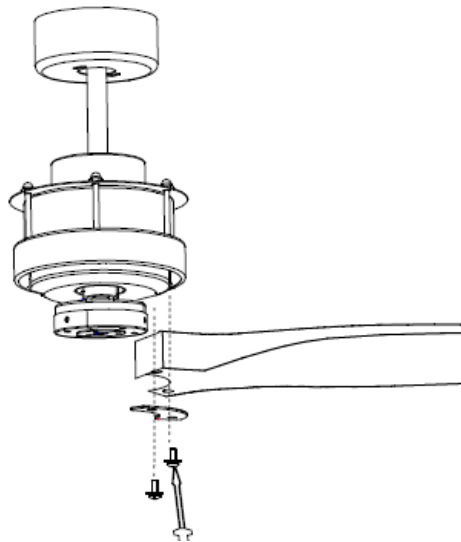

Abb. 8
- Führen Sie die Schrauben durch die Rotorenblatthalterungen und Rotorenblätter hindurch und befestigen Sie die Rotorenblätter dann durch das Festziehen der 2 Schrauben am Motor. Abb. 8